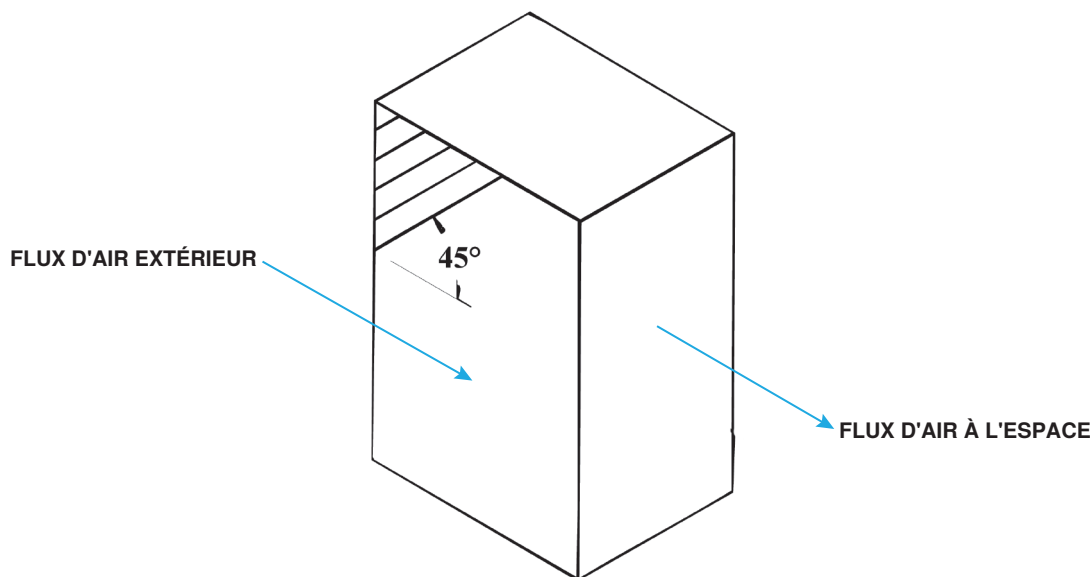

Figure 8. Direction du flux d'air à travers le matériau de refroidissement
3. Inversez la procédure de l'étape 1 pour remplacer le matériau de refroidissement. Le matériel doit être installé selon l'orientation indiquée à la **Figure 8**.